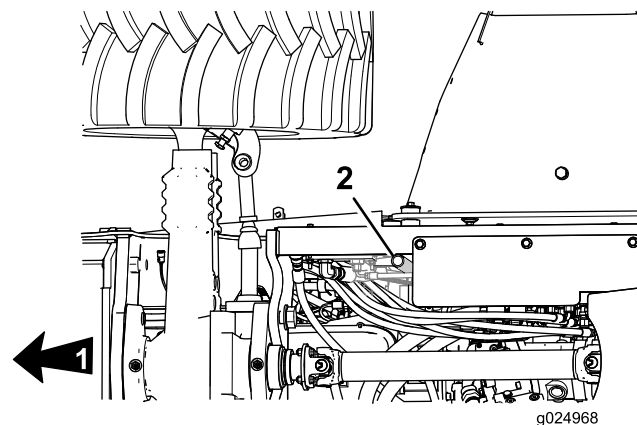

Figura 67
1. Inspeção o tubo de respiro do cárter (Figura 67) em busca de borra, detritos ou gelo no interior do tubo.